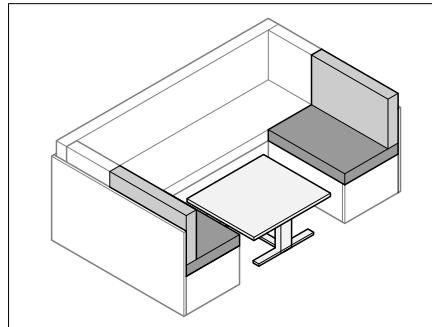

Fig. 64 Transformation de la table
- Transformer la table (Fig. 64) en sommier de lit (voir paragraphe 7.7).